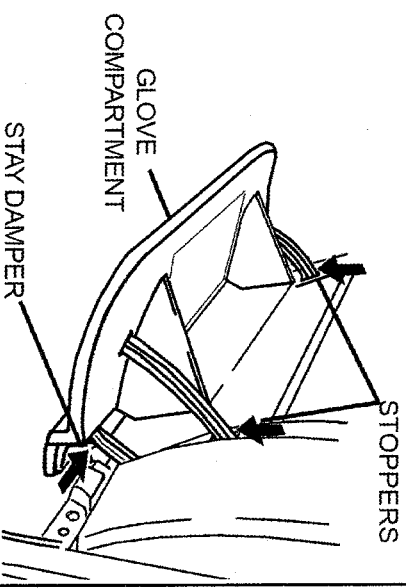

FIGURE 20
- 1.) PRESS THE STAY DAMPER IN THE DIRECTION SHOWN BY THE ARROW AND DETACH IT FROM THE GLOVE COMPARTMENT LID. (SEE FIGURE 20)
- 2.) WHILE PRESSING THE STOPPERS IN THE DIRECTION SHOWN BY THE ARROWS, DETACH THE STOPPERS FROM THE GLOVE COMPARTMENT LID. (SEE FIGURE 20)